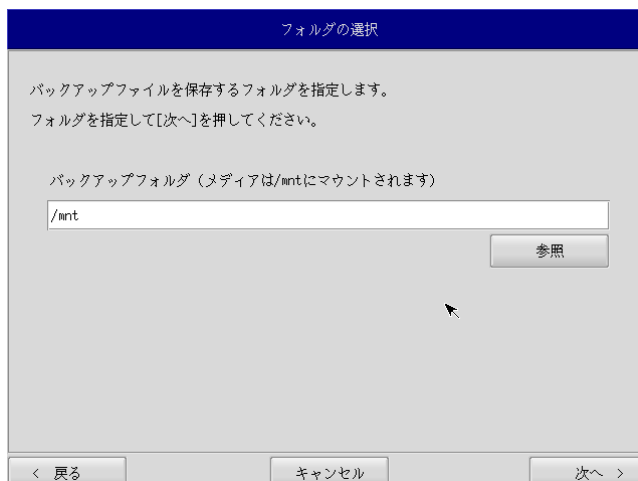

図 5-3-3. フォルダ選択画面
- ⑤ フォルダ選択画面（図 5-3-3）が表示されます。[参照] ボタンを押します。
- ⑦ フォルダ選択画面（図 5-3-3）で指定したバックアップフォルダが入力されていることを確認します。[次へ] ボタンを押します。